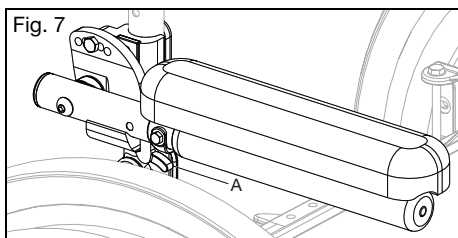

Fig. 7
- a. Presione la palanca de liberación (Fig. 7:A) hacia arriba para liberar el reposabrazos.